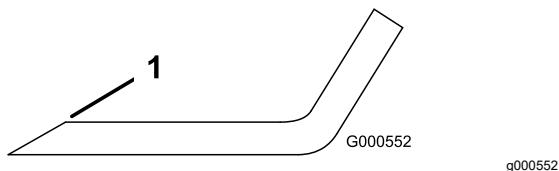

Bild 90
1. Schärfen Sie die Schnittkante an beiden Enden des Schnittmessers mit einer Feile (Bild 90).
Hinweis: Feilen Sie, wenn das Schnittmesser nicht ausgewuchtet ist, vom Flügelbereich des Messers etwas Metall ab (Bild 90).